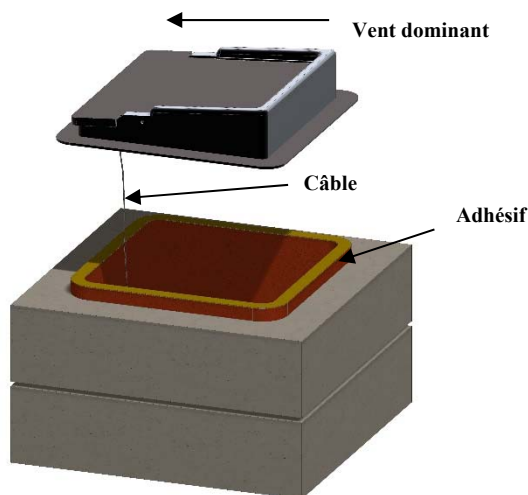

Figure 29. Installer le volet de montage supérieur
A. Si vous installez un registre avec ce modèle de foyer Stone Age, utilisez un registre à montage supérieur et suivez les instructions fournies avec le registre. Orientez correctement le côté le plus haut du clapet en fonction des vents dominants de votre région. Voir la Figure 29.